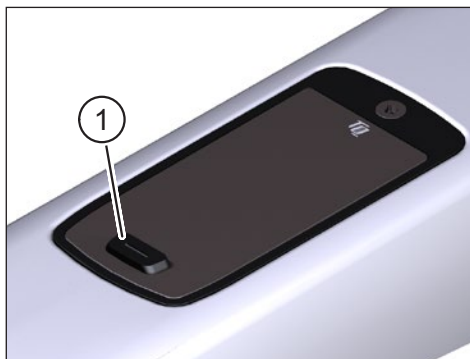
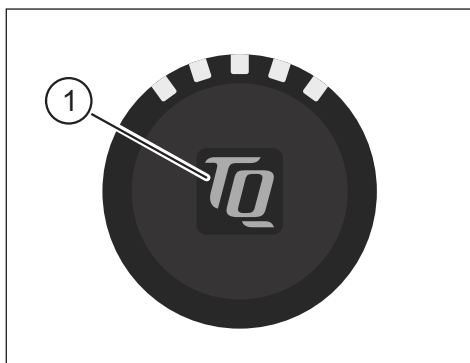

Fig. 1: Display
Fig. 2: Bar End Display
- Inschakelen Drive Unit door **kort** op de knop te drukken op de Display (Pos. 1 in Fig. 1) of op de Bar End Display (Pos. 1 in Fig. 2).
- Drive Unit uitschakelen door **lang** op de knop te drukken op de Display (Pos. 1 in Fig. 1) of op de Bar End Display (Pos. 1 in Fig. 2).